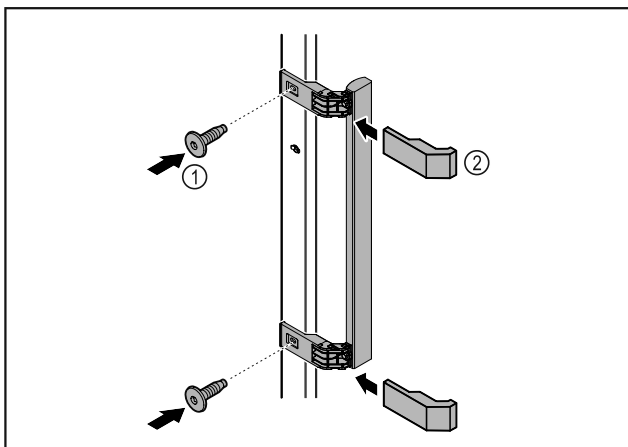

Fig. 7
- ▶ Montare sulla porta la maniglia contenuta nella confezione con le viti annesse Fig. 7 (1).
- ▶ Applicare la copertura Fig. 7 (2).